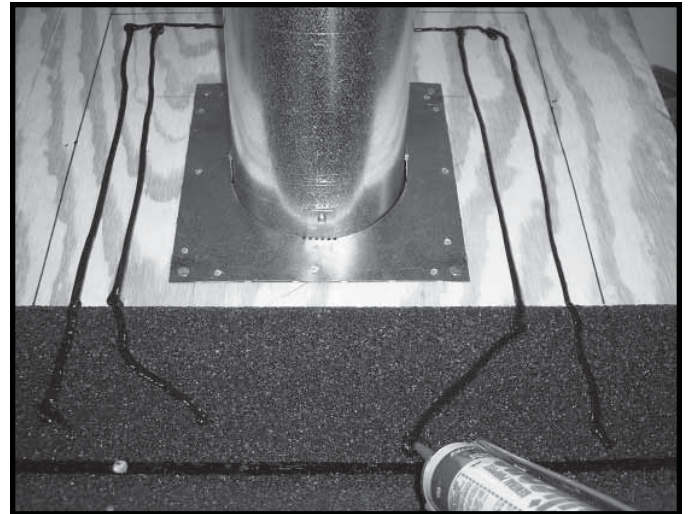
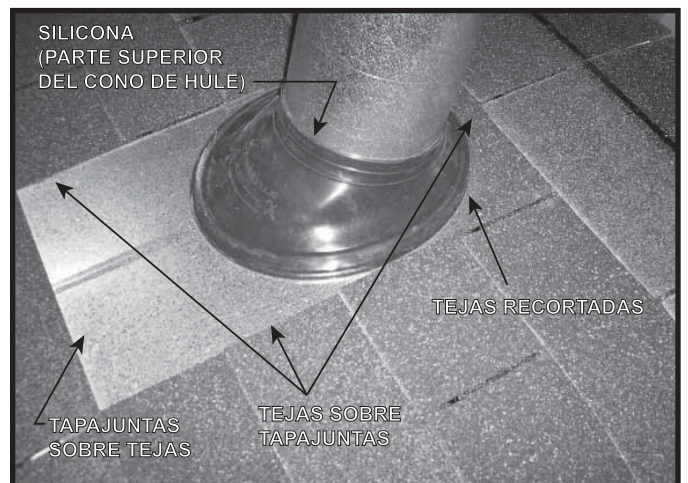

Figura 8.20 Aplicación de la silicona
Figura 8.22 Instalación completa
- Aplique silicona en el techo, dentro de las líneas. Consulte la figura 8.20.
- Aplique silicona en los bordes de la base del tapajuntas e instale las tejas. Consulte la figura 8.20. Aplique silicona en la parte superior del cono de hule. Consulte la figura 8.22.